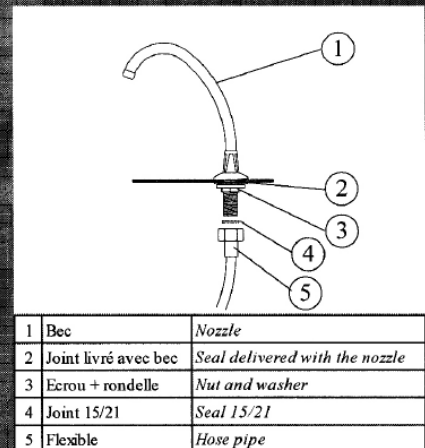

Figure 1
- Installer le bec comme indiqué sur le dessin (Figure 1). Visser le tuyau flexible (joint déjà fixé dans l'écrou du flexible).
- installer le bec dans le trou situé à droite, puis visser le tuyau flexible (joint déjà fixé dans l'écrou du tuyau) (Figure 1).
- *Install the swan neck as shown in the diagram (Fig. 1). Screw attach the flexible hose (seal already present in hose nut).*
- *Install the swan neck in the hole located on the right, and then screw attach the flexible hose (seal already present in hose nut).(Fig. 1)*